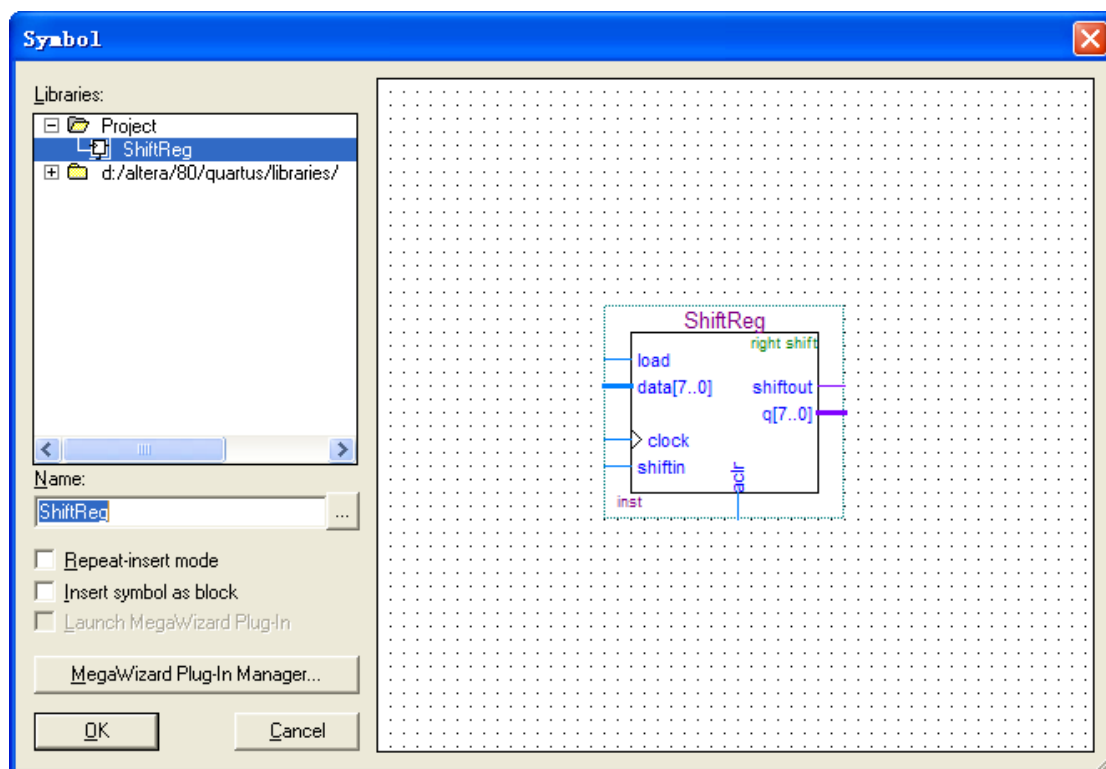

图 5-9 选择模块对话框
5. 加入移位寄存器模块。在文件空白处双击进入选择模块对话框。在左侧选择 Project->ShiftReg, 即刚才创建的模块, 点 OK 可以选择插入点, 在适当位置点击左键插入。插入后如图 5-9、5-10 所示。